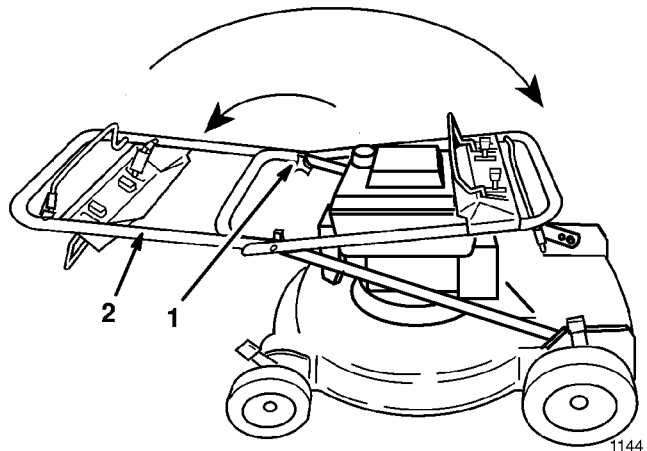

Figure 50
2. Basculer le guidon vers l'avant de la tondeuse (Fig. 50).